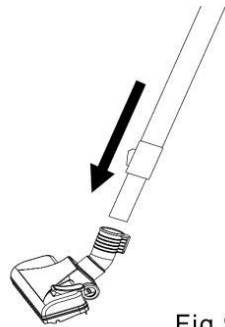

Fig.9
Paso 9: Inserte el extremo de la extensión del tubo en el cepillo para pisos (Fig. 9). Asegúrese de que el cepillo este firmemente en el tubo.